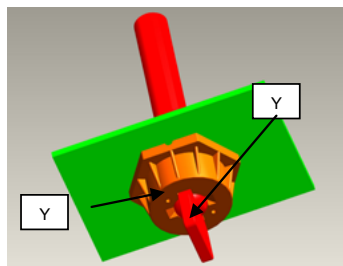

Figura 3
- El perno (3) con la arandela inferior soldada (7) debe instalarse como se muestra en la imagen 1 (el conjunto de aislamiento inferior (2) con el perno, a través del agujero del tanque. Si el casquillo aislante corresponde a la solución "B", la placa del perno Y debe colocarse en el alojamiento de la placa X (figura 3)
- Ensamblaje de los componentes: (5), (1), (10), (6), (9), (4), (8) y una vez que el casquillo aislante está lleno de aceite, hay que sacar el aire del interior desenroscando la tuerca (8) y finalmente se debe aplicar el par nominal a la tuerca superior (ver tabla 18).